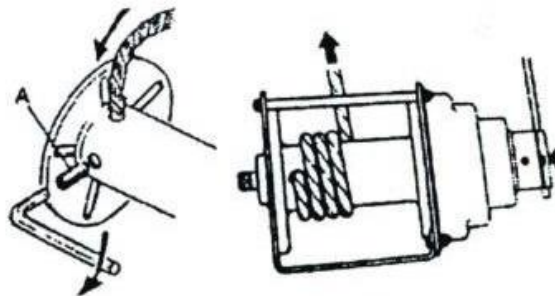

Рисунок 3
**Монтаж троса для лебедки 1 т** (см. рисунок 3) - Ослабьте фиксирующий болт или установочный винт и вставьте конец троса в барабан на 72 мм до конца троса. Плотнo затяните фиксирующий болт.
- Для того, чтобы перетаскивать грузы на короткие расстояния, необходимо выполнить следующие требования (см. таблица 3, рисунок 3)